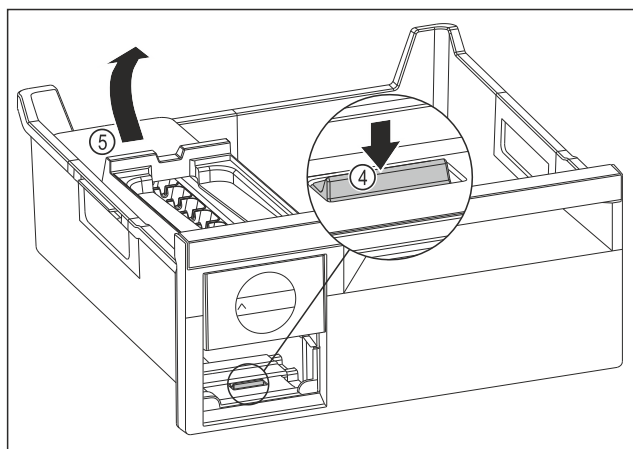

Fig. 74
- ▶ Retirez le corps de l'EasyTwist-Ice : avec le doigt, poussez la languette Fig. 74 (4) vers le bas tout en soulevant de l'autre main le corps de l'EasyTwist-Ice Fig. 74 (5) depuis l'arrière.